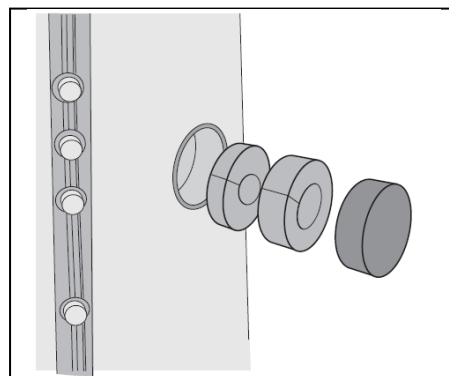

Рис. 11 Мелкие детали теплоизоляции на заглушенных штуцерах
- Установите на заглушенные штуцеры (Рис. 11) теплоизоляционные вкладыши и пробки.